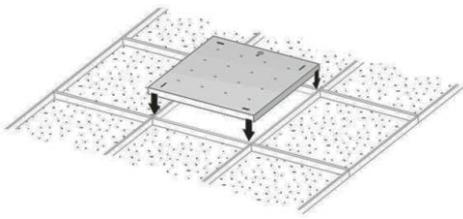

Рисунок 7 — Установка светильника Geniled серии Офис на подвесную конструкцию.
- Установите светильник Geniled на монтируемое место (Рисунок 7). Следите за тем, чтобы кабель не оказался зажат между элементами конструкции потолка и светильника. Убедитесь, что светильник надежно закреплен на потолке.